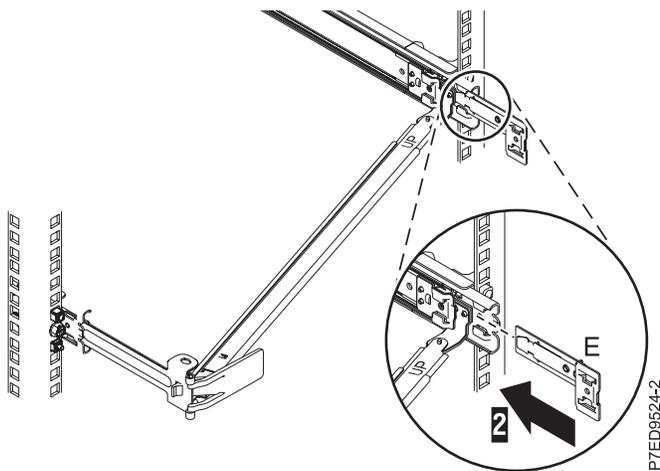

Abbildung 15. Erweiterungshalterung in Schiene installieren
4. Schieben Sie die Erweiterungshalterung (**E**) in die rechte Schiene (**1**) hinein. Drücken Sie die Halterung in die Schiene, bis die gefederte Verriegelung einrastet (siehe Abb. 15).